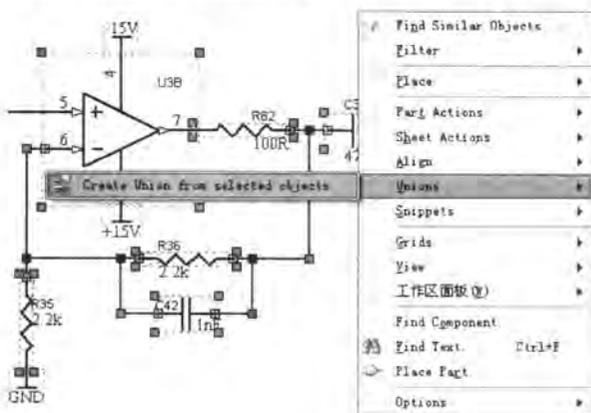

图 4-26 创建组合
(1) 在原理图中选取一组需要组合的对象。
(2) 单击鼠标右键，在弹出的菜单中执行【Unions】/【Creat Union from selected objects】命令，如图 4-26 所示。